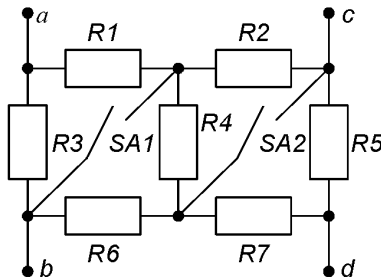

Рис. 2.12
1. Определить эквивалентное сопротивление цепи относительно входных зажимов при заданном положении переключателей SA1 и SA2 в соответствии с рис. 2.12 и табл. 2.1.